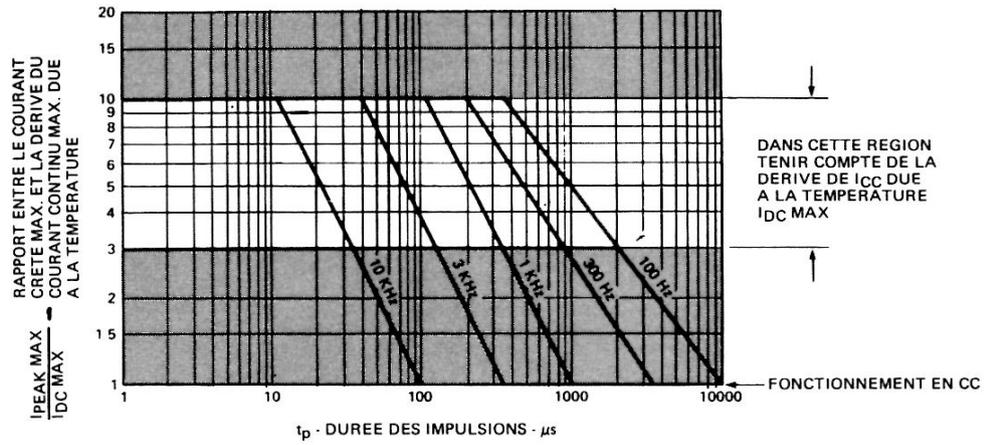

FIGURE 6 – Courant crête admissible en fonction de la durée des impulsions
8. Se reporter à la figure 6 pour établir les conditions de fonctionnement en impulsions